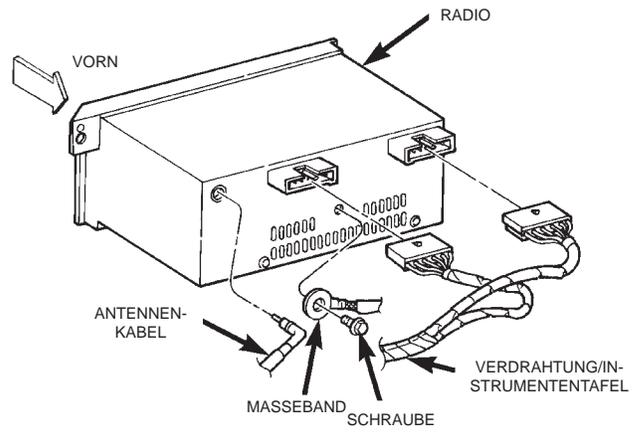

Abb. 4 Anschlüsse des Radios—Typisch
- (10) Radio so weit aus der Instrumententafel ziehen, daß die Kabelbaum-Steckverbinder und der Steckverbinder des Antennenkabels zugänglich sind (Abb. 4).